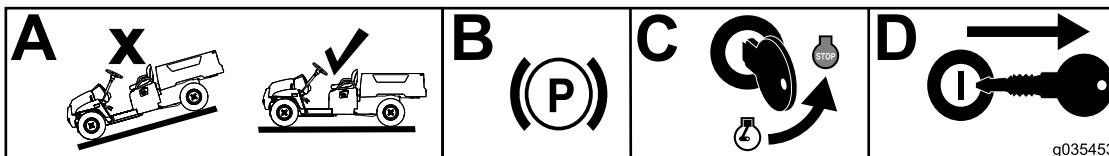

Figure 1
- Amenez la machine sur un sol plat et horizontal (encadré A de la Figure 1).
- Serrez le frein de stationnement (encadré B de la Figure 1).
- Coupez le moteur (encadré C de la Figure 1).
- Enlevez la clé du commutateur d'allumage (encadré D de la Figure 1).